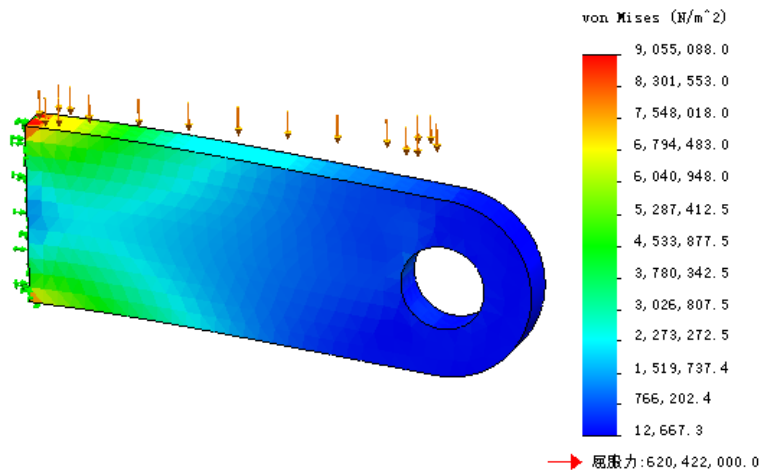

图 12.3.23 单元值应力图解
- ☑ ☐ 单元值 单选项：选中该单选项，以单元值显示应力图解（图 12.3.23），此时应力图解看上去比较粗糙。